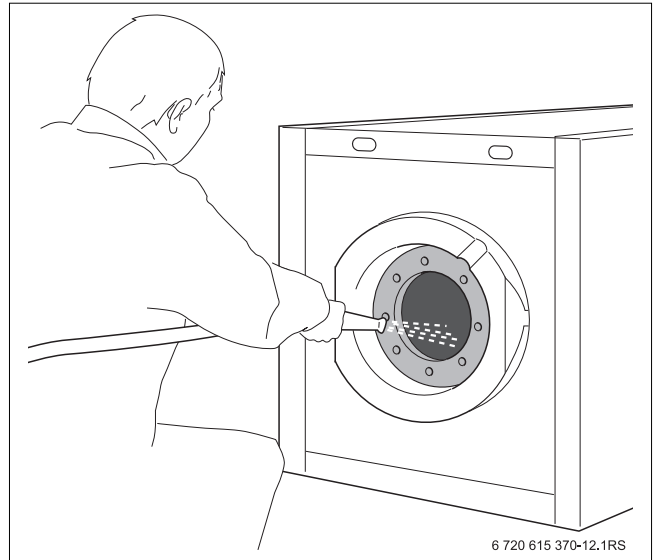

Fig. 14 Rincer le ballon d'ECS
- ▶ Rincer le ballon d'eau chaude sanitaire (→ fig. 14).